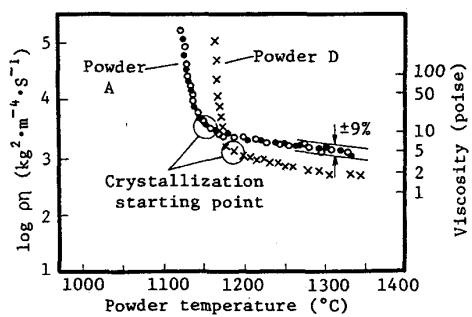

Fig.3 Variation of ρ_n with temperature
- (1) Fig.3 に測定結果例を示すが、異種パウダでは温度 - 粘度特性、結晶化温度が違うことがわかる。
- (2) Table 1 に 3 種パウダについての測定再現性を示す。1300°C における粘度値で ±9% 以内、結晶化温度で ±4°C 以内の良好な再現性が得られた。